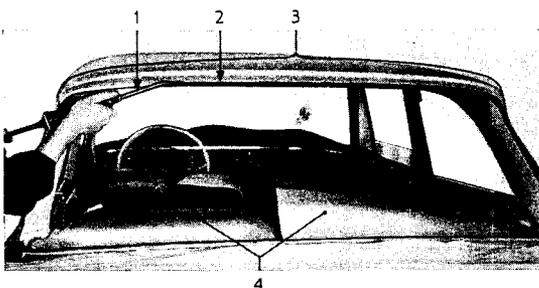

Bild 9 - Außenseite des oberen Karosseriesteges für Rückwandscheibe mit Fensterdichtungsmasse auslegen
5. Vor Einsetzen der Rückwandscheibe muß der obere Karosseriesteg von einer oberen Ecke bis zur anderen (Bild 9) mit Fensterdichtungsmasse L 000 779/5 ausgelegt werden. Dies kann mit einem Holzspachtel oder einer Druckpresse (9/1) erfolgen. Die Windschutzscheibe wird vollkommen trocken in die Karosserie eingesetzt.